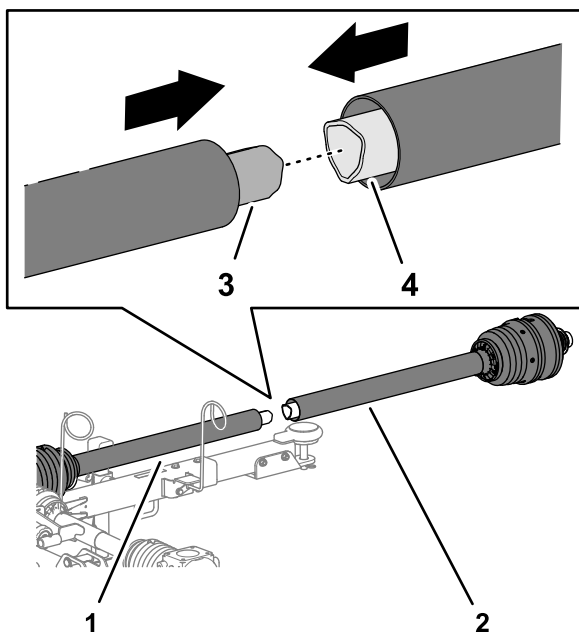

Рисунок 8
1. Совместите внутреннюю трубку задней половины приводного вала механизма отбора мощности с наружной трубкой передней половины приводного вала механизма отбора мощности и наденьте трубки одну на другую (Рисунок 8).